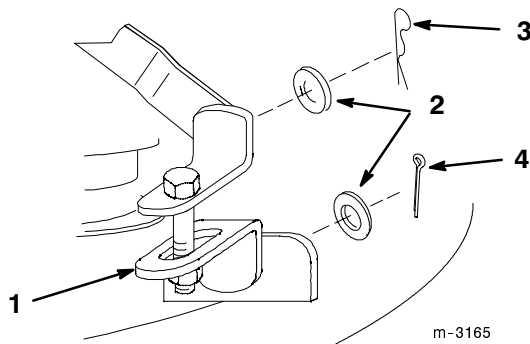

Bild 7
8. Befestigen Sie das einstellbare Verbindungsteil mit 2 3/8"-Scheiben, einem 2-9/16"-Splint und einem 1"-Splint (Bild 7) zwischen dem vorderen Befestigungsprofil und dem Hubarm des Schneidwerks.